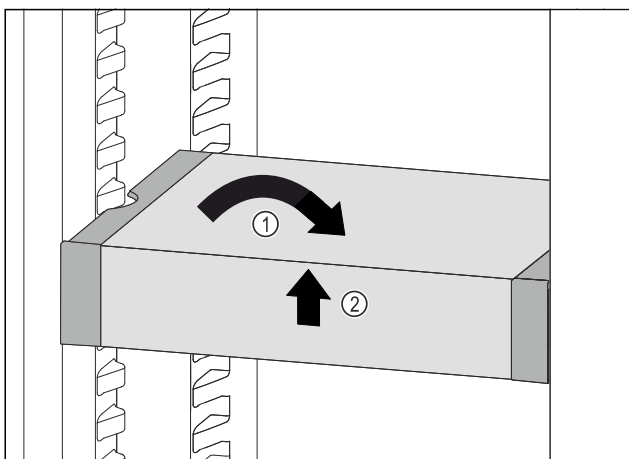

Fig. 38
- ▶ Вирівняти VarioSafe. Fig. 38 (1)
- ▶ Підняти VarioSafe спереду. Fig. 38 (2)